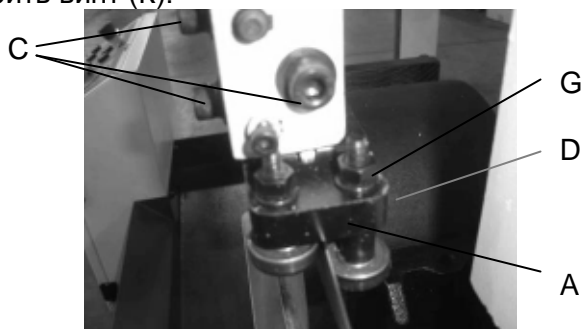

Рис.10
1. Спинка полотна (А), Рис.10 должна касаться нажимного подшипника (В). Для регулировки ослабьте винты (С) и переместите подшипниковый блок (D) вверх или вниз, до легкого касания со спинкой полотна.
2. Ленточное полотно (А) должно проходить между двумя подшипниками (Е) и (F) и легко их касаться. Передний подшипник (Е) установлен на эксцентриковой оси, с помощью которой можно регулировать зазор между подшипником и ленточным полотном. Для этого ослабьте контргайку (G) и поверните ось (Е) в необходимое положение.